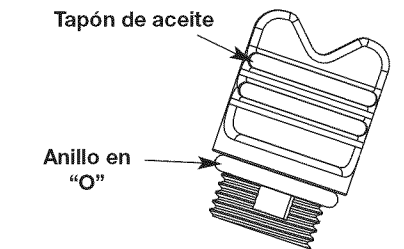

Fig. 8
- Saque el tapón de aceite del cigüeñal (Fig. 8).